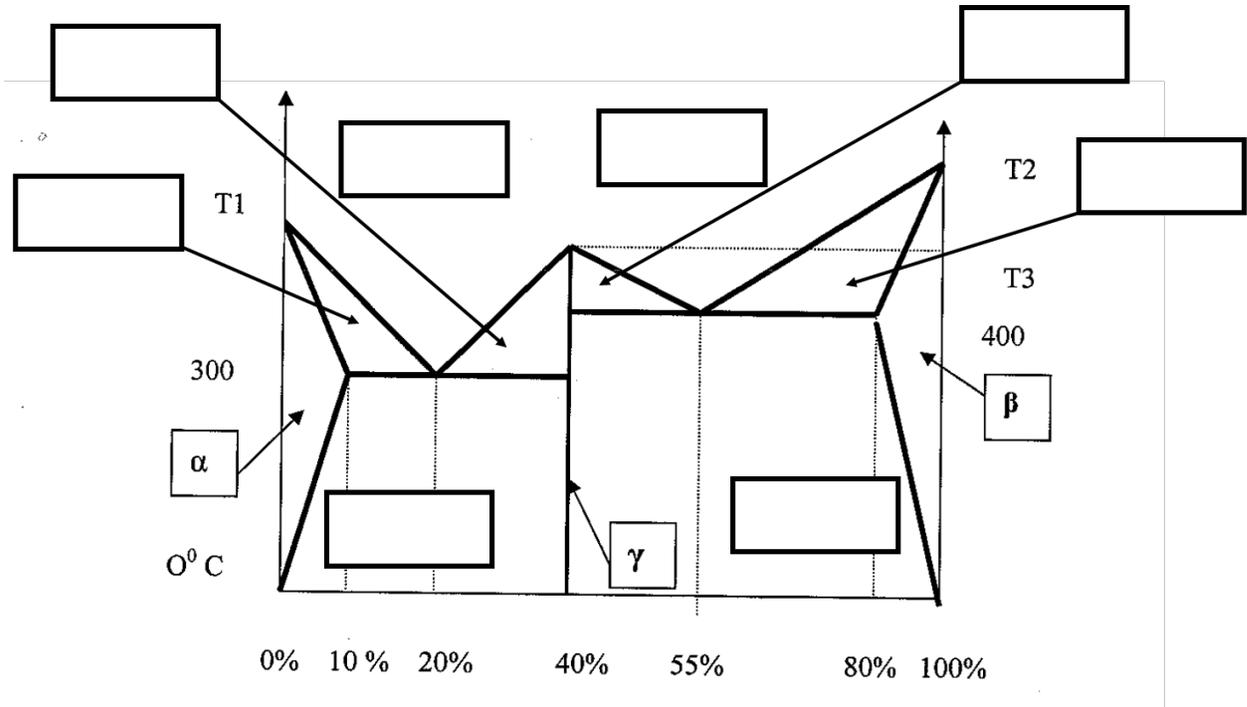

Figure 2 : Diagramme de phases d'un alliage A/B (Température vs. % massique de B)
Question 4 (10 points) : La Figure 2 ci-dessous représente le diagramme de phase binaire d'un alliage AB
- Compléter directement le diagramme de la Figure 2 en indiquant les différentes phases présentes (4pts)